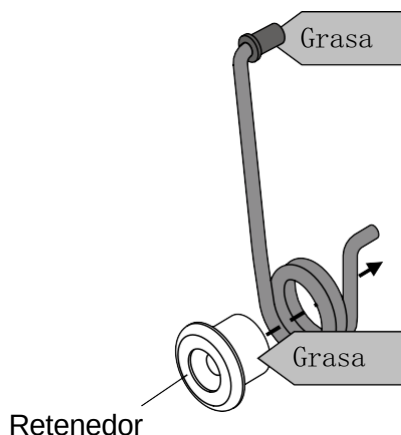

Fig. 13
3. Aplica grasa en la periferia del retenedor y en la guía del muelle (Fig. 13).